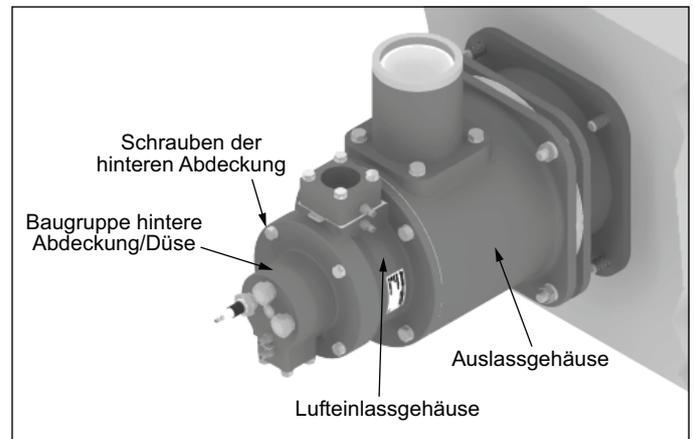

Abbildung 3.16
1. Entfernen Sie die hintere Abdeckung, indem Sie die Schrauben lösen. Siehe Abbildung 3.16.